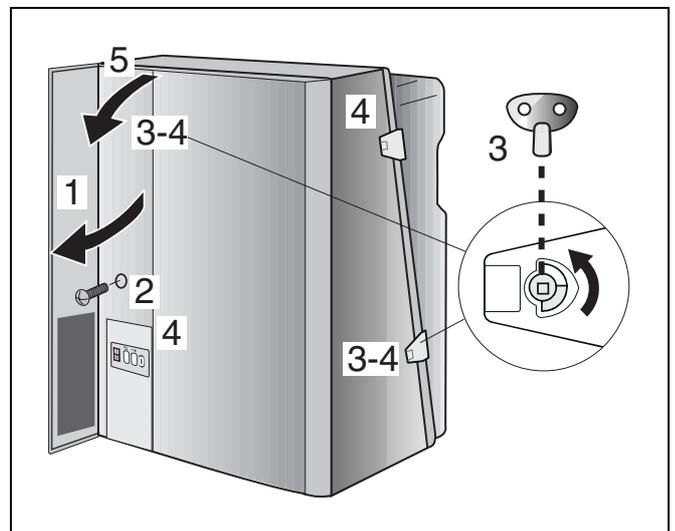

Fig. 2 Rimuovere il rivestimento
- Aprire il coperchio del pannello di servizio (fig. 2, pos. 1).
- Togliere la vite (fig. 2, pos. 2).
- Allentare di un giro entrambe le chiusure a baionetta con una chiave di sfiato (fig. 2, pos. 3).
- Aprire le chiusure a scatto (fig. 2, pos. 4).
- Rimuovere il rivestimento estraendolo dal davanti (fig. 2, pos. 5).